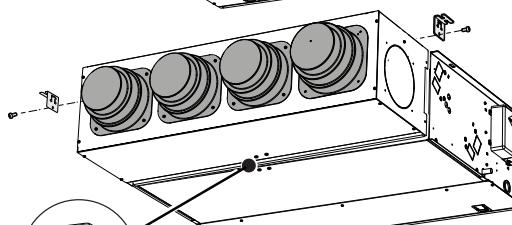

Fig.4
- Installer les deux étriers de fixation dans les oeillets latéraux appropriés et fixer les avec les deux vis fournies (fig. 4).